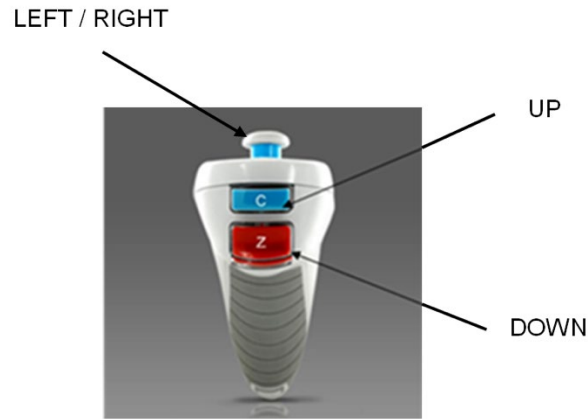

Figura 3-25. Funções remotas
**OBSERVAÇÃO:** Para o alinhamento correto ao usar o controle remoto, o logotipo da Avedro na cabeça do KXL deverá opor-se ao usuário. A Figura 3-25 exibe as funções remotas para usar durante o processo de alinhamento.